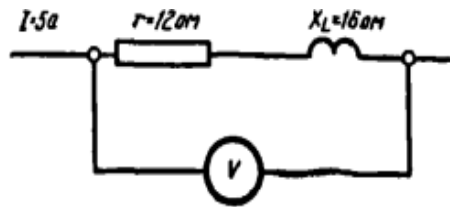

Рис. 10. Схема електричного ланцюга
11. У ланцюзі, що зображений на схемі рис. 10, визначити показання вольтметра.